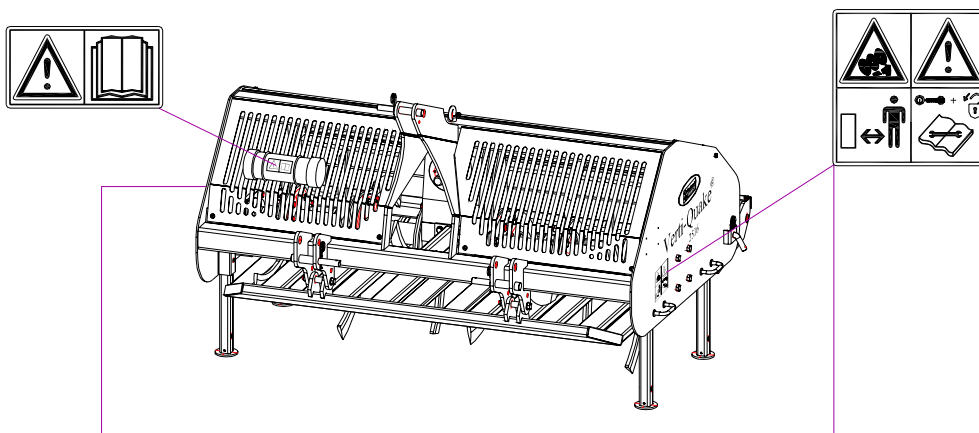

Fig. 5
De part et d'autre du Verti-Quake®, est appliqué sur le panneau latéral un autocollant de sécurité (Fig. 5) de même signification. Cet autocollant de sécurité doit toujours être bien visible et doit être remplacé s'il est endommagé.
(7) Mise en place des autocollants de sécurité. (Fig 5.)